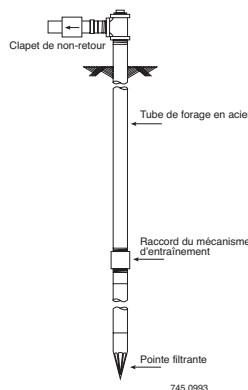

FIGURE 2 – INSTALLATION D'UN PUIT À POINTE FILTRANTE
1. Raccordez le tuyau d'aspiration à la pointe filtrante (figure 2). Gardez le tuyau horizontal aussi court que possible. Utilisez du ruban d'étanchéité pour filetage de tuyau en PTFE sur le filetage extérieur. Il peut être nécessaire d'utiliser plusieurs pointes filtrantes pour obtenir un débit d'eau suffisant pour le pompage.
2. Pour aider l'amorçage dans les installations de pointes filtrantes, installez le clapet de non-retour comme illustré à la figure 2. Assurez-vous que la flèche du clapet de non-retour indiquant le sens de l'écoulement pointe vers la pompe.